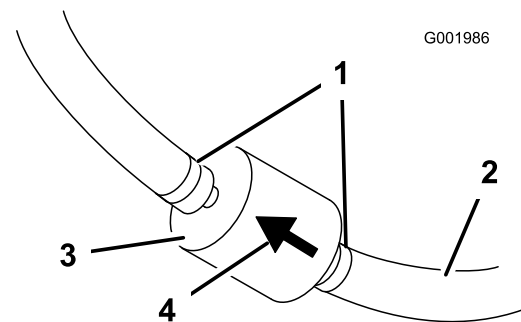

Рисунок 47
5. Сожмите концы шланговых хомутов и сдвиньте их с фильтра (**Рисунок 47**).